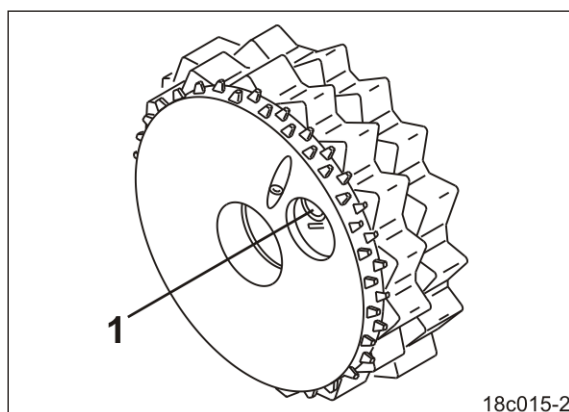

Bild 138
1. Vrid normalsåhjulet för hand på såvalsen till stiftet (Bild 138/1) i hålet blir synligt.